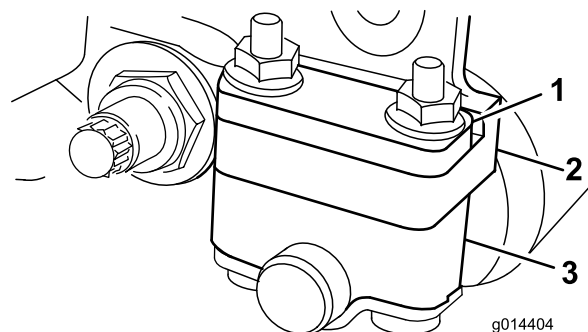
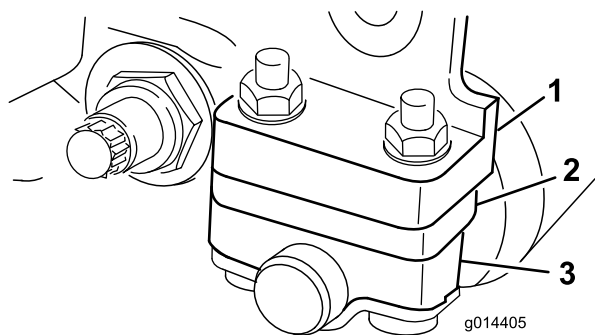

Figura 12
Figura 13
1. Regolate le staffe del rullo posteriore (Figura 12 o Figura 13) in posizione bassa o alta in funzione dell'intervallo in cui rientra l'altezza di taglio desiderata.
Collocate il distanziale sopra la flangia di montaggio della piastra laterale (impostazione di fabbrica) se l'altezza di taglio è compresa tra 1,6 mm e 6 mm (Figura 12).
Collocate il distanziale sotto la flangia di montaggio della piastra laterale se l'altezza di taglio è compresa tra 3 mm e 25,4 mm (Figura 13).